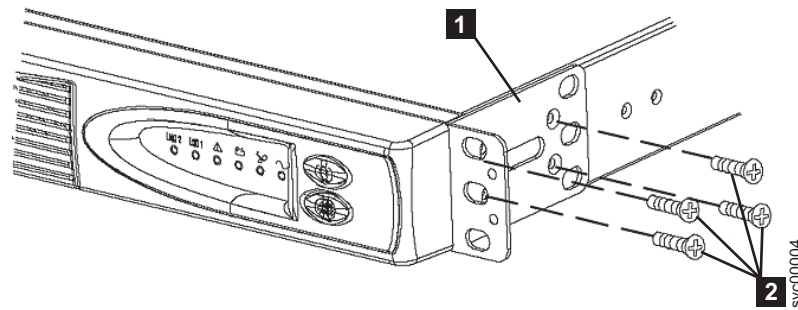

図 15. 2145 UPS 1U 用サポート・レールのラックへの取り付け
2. 取り付けブラケットごとに 4 つの M3 × 6 ねじ **2** を使用して、取り付けブラケット **1** の長い側を 2145 UPS 1U の各側に取り付けます。図 15 を参照してください。